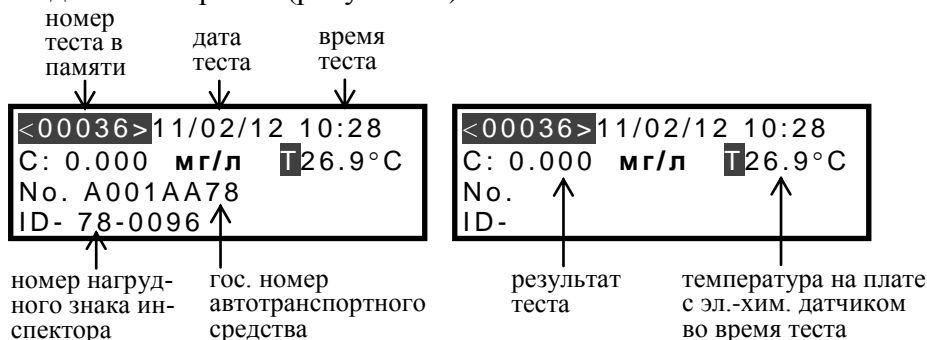

Рисунок 25 – Просмотр памяти
На дисплее появится окно «Просмотр памяти» с протоколом последнего измерения (рисунок 25).
с электрохимическим датчиком) и с данными, введенными в предназначенные для заполнения поля (рисунок 25, слева).
2.11.3 Если измерения производились в режиме измерения без ввода данных, в памяти хранятся только результаты совместно с автоматически сохраняемыми данными (рисунок 25, справа).